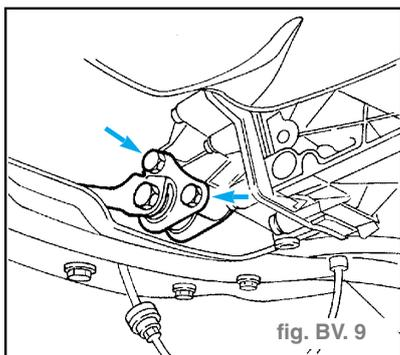

fig. BV. 9
- Dévisser les deux boulons fixant le silent-bloc au différentiel. (fig. BV. 9)